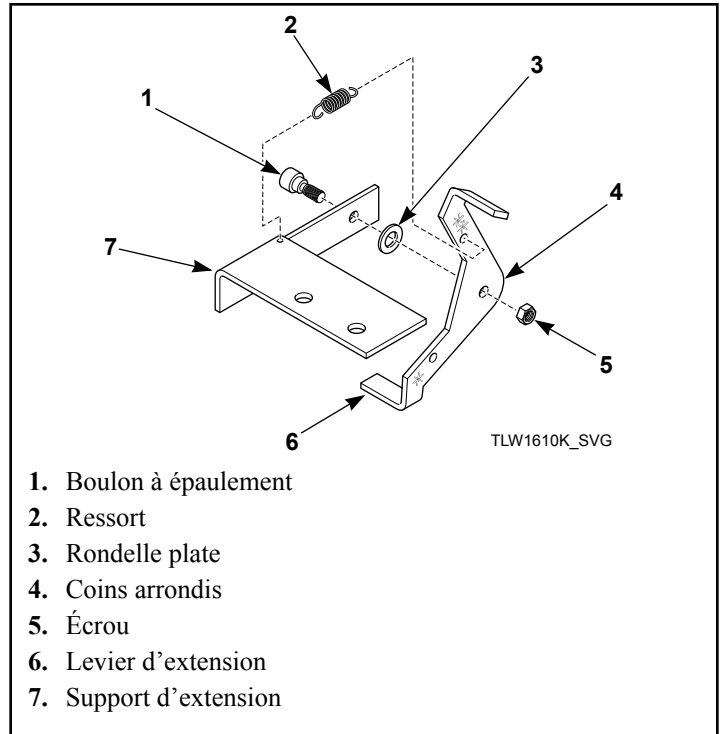

Figure 14
3. Fixer le levier d'extension à l'équerre d'extension à l'aide du boulon à épaulement, de la rondelle plate et de l'écrou, en plaçant le coin arrondi du levier à l'opposé de l'équerre. Se reporter à la *Figure 14*.
4. Fixer le ressort à l'équerre d'extension en orientant le crochet vers le bas. Fixer l'autre extrémité du ressort au levier d'extension en orientant le crochet vers la gauche lorsqu'on fait face à l'unité. Se reporter à la *Figure 14*.